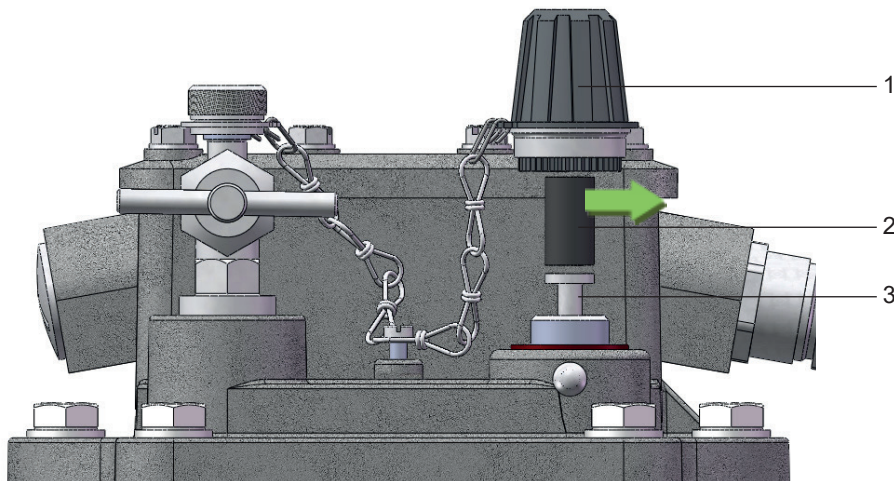

Рис. 13 - Удаление транспортного фиксатора
- Отвинтить большую колпачковую гайку (рис. 13/ № 1) с кнопки контроля (рис. 13/ № 3).
- Вынуть транспортный фиксатор (рис. 13/ № 2) из колпачковой гайки.